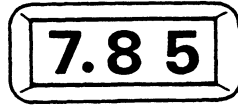

Fig. 9
②カウンタの読取り
- Fig.9の場合には7.85mmとなります。
Fig. 9 represents 7.85 mm.